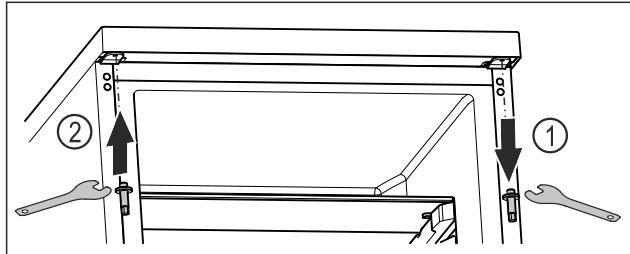

Fig. 15
- ▶ Выкрутите верхний болт ключом с наружным шестигранником. Fig. 15 (1)
- ▶ Затяните болт на противоположной стороне ключом с наружным шестигранником. Fig. 15 (2)